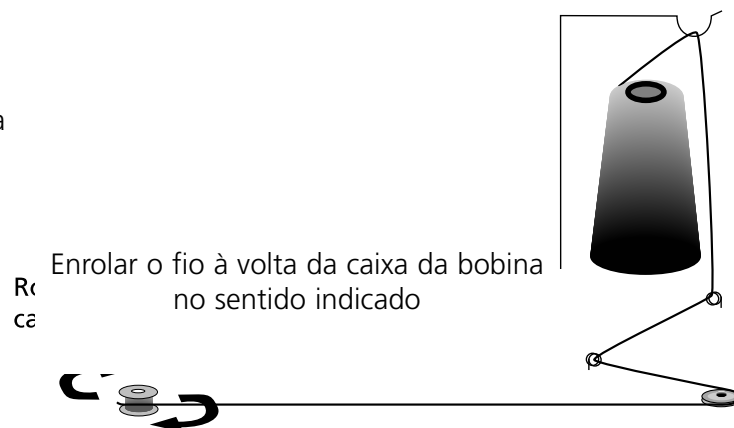

Figura 3-26
1. Colocar o fio no bobi-nador como se indica na figura 3-26.